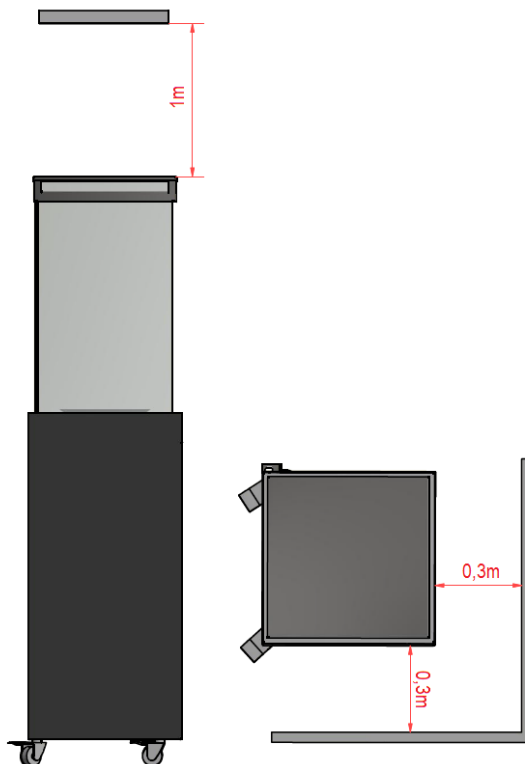

Fig 2 – Minimumsavstander
- Dette apparatet må holdes borte fra brennbare materialer under bruk. Ikke plasser brennbare materialer innenfor en avstand på 0,3 m fra LIGHTHOUSE og 1 m over apparatet (Fig. 2).